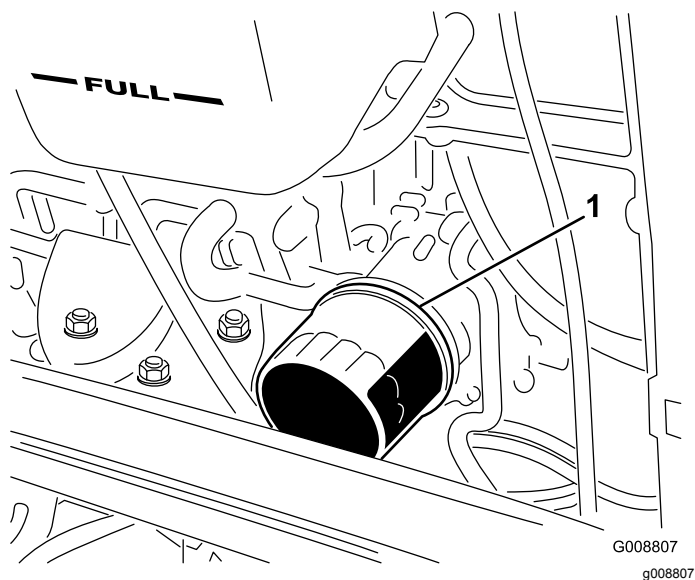

Рисунок 78
4. Снимите масляный фильтр (Рисунок 78).